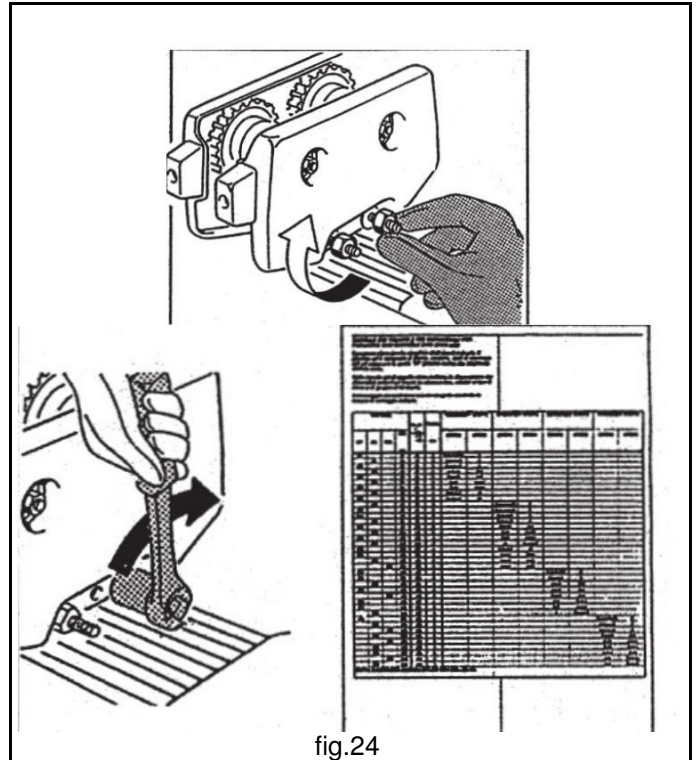

fig.24
- 2 Después de haber rebasado el ala inferior de la viga con las ruedas del carro, cerrar las placas y enroscar hasta el tope las tuercas de los tirantes, pero sin apretarlas.(fig.24)
- 4 Apretar las tuercas de los tirantes con un par de apriete indicado en las tablas correspondientes (TABLA DE LOS TIRANTES).(fig.24)